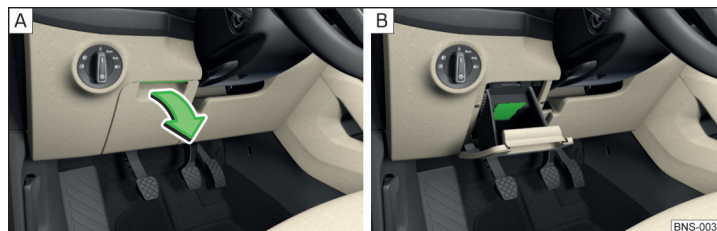

Fig. 109 Ouverture du vide-poches/porte-cartes
- Soulever la poignée et **ouvrir** le couvercle du compartiment » fig. 109 - [A].
Le vide-poches contient un porte-cartes » fig. 109 - [B].